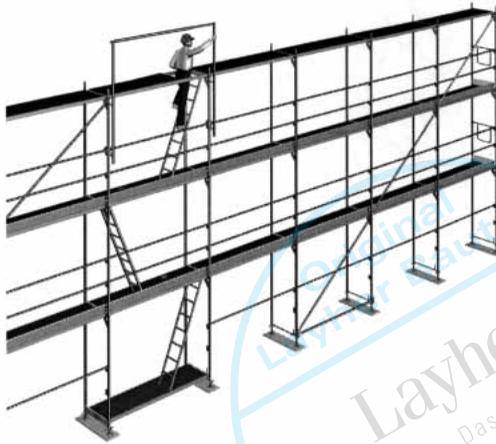
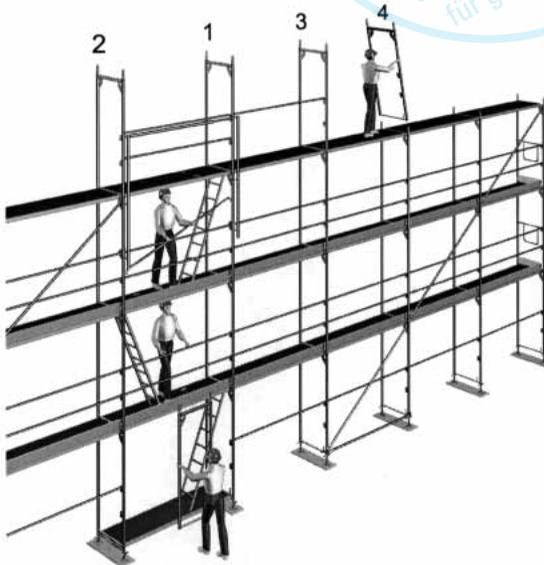

Bild 9 : Einsatz des Layher Montagesicherungsgeländers
Bild 10 : Vertikaltransport und Montage der weiteren Stellrahmen und Geländers
- die Verwendung des Layher Montagesicherungsgeländers (MSG) im Aufstiegsfeld (siehe Bild 9),
In Gerüstfeldern, in denen Vertikaltransport von Hand durchgeführt wird, müssen Geländer- und Zwischenholme vorhanden sein. Bei diesem Handtransport muss auf jeder Gerüstlage mindestens eine Person stehen (siehe Bild 10 und 11).
Als Maßnahme zur Gefahrenabwehr beim Aufstieg auf die oberste Gerüstlage, empfiehlt der Hersteller die jeweils oberste Lage des Aufstiegsfeldes vorübergehend durch das Layher Montagesicherungsgeländer zu sichern (siehe Bild 9). Das Layher Montagesicherungsgeländer besteht aus zwei Montageposten und einem teleskopierbaren Montagegeländer. Es wird vom jeweils darunter liegenden, gesicherten Aufstiegsfeld aus montiert. Der Aufstieg auf die oberste Lage erfolgt durch die Durchstiegsöffnung des im Aufstiegsfeld vorhandenen obersten Gerüstbodens. Danach sind im vorübergehend gesicherten Aufstiegsfeld die beiden ersten Stellrahmen sowie der Geländer- und Zwischenholm zu montieren (siehe Bild 10). Der Geländerholm ist umgehend festzukeilen.
Die weiteren Stellrahmen sind ausgehend von dem Gerüstfeld, in dem der Vertikaltransport durchgeführt wird, zu montieren (siehe Bild 10 und 11). Der Geländerholm ist unmittelbar nach dem Stellen der dafür erforderlichen Rahmen zu montieren. An den Endfeldern sind die Stirlingeländer einzubauen.